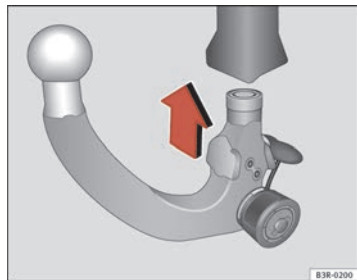

Abb. 156 Abnehmbare Anhängervorrichtung: Kugelstange einsetzen
- Führen Sie die vorgespannte Kugelstange in den Aufnahmeschacht ein und drücken Sie sie in Pfeilrichtung ⇒ Abb. 156 nach oben ⇒ ⚠. Der Verriegelungsvorgang erfolgt automatisch. Dabei muss ein deutliches Einrastgeräusch hörbar sein.